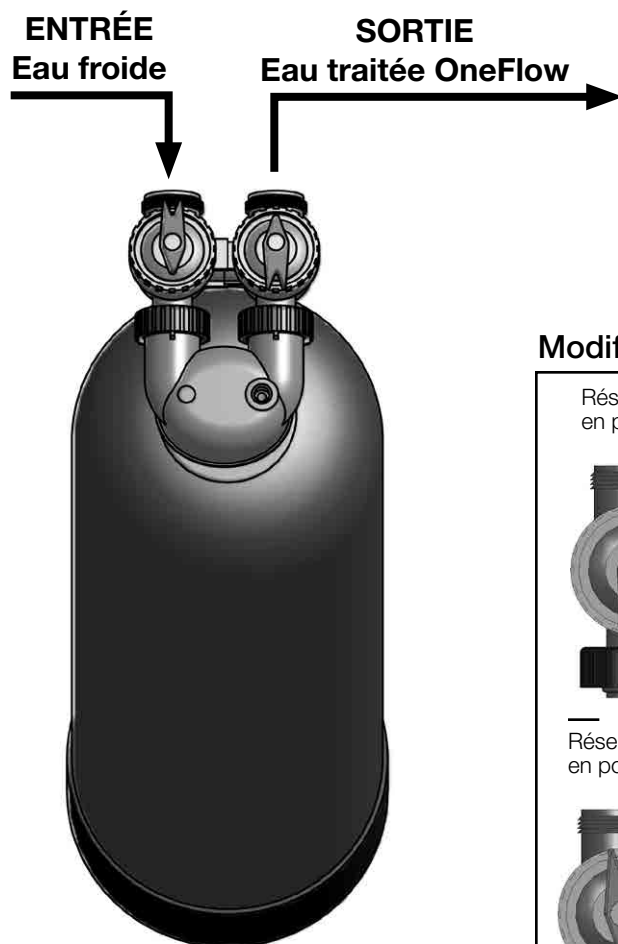

Figure 2.
- Le système OneFlow fonctionnant en mode flux ascendant, les raccords du réservoir sont contraires aux installations typiques. Veuillez suivre le diagramme du débit d'eau illustré à la figure 2.
5. Raccordez le tuyau d'arrivée d'eau froide à l'entrée du système OneFlow. **REMARQUE :** le système OneFlow fonctionne en mode flux ascendant, ce qui est l'opposé d'un adoucisseur conventionnel. Suivez le diagramme de plomberie à la figure 2.